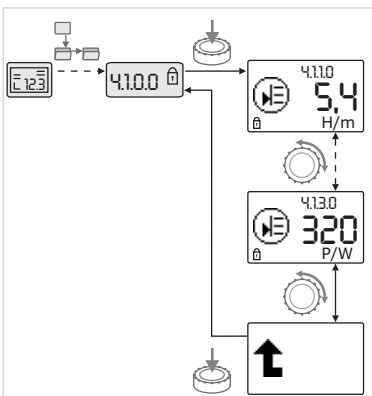

Fig. 43: Вызов информации
- Вращая кнопку управления, можно управлять элементами типа «Информация» текущего подменю (см. Fig. 43). Пояснения настроек, обозначенных символами, см. в таблице в главе 8.7 «Указатель элементов меню» на странице 225.